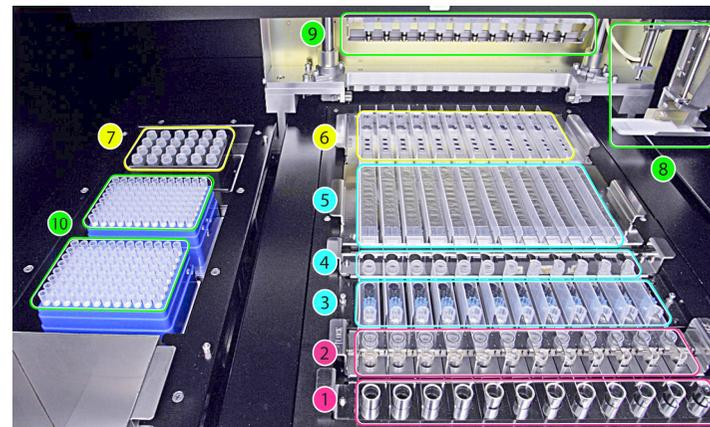

Figure 1: La zone de chargement «ELITE InGenius»
Vue d'ensemble de l'automate «ELITE InGenius» (Figure 1):
La Figure 1 montre la position du rack dédié aux tubes primaires (1); la position du rack dédié aux tubes de sonication et à leurs bouchons (2); la position du rack dédié aux Tip Cassettes (3); la position du rack dédié aux Elution tubes (4); la position du rack dédié aux cartouches d'extraction (5); la position du rack dédié aux cartouches de PCR (6); la position du bloc pour les réactifs de PCR et les Contrôle Internes (Inventory Manager) (7); les bras de distribution des échantillons et des réactifs (8, single canal, 9, multicanal); le conteneur à déchets (gauche-bas); les positions des embouts (10).
7. Confirmer qu'une quantité suffisante de réactifs est disponible dans le bloc et correctement placée à la position numéro 7 Inventory Manager (cf. Page 12, Figure 1), comme indiqué sur l'écran, appuyer sur le bouton "Next" (Suivant) pour valider.
8. Vérifier qu'un nombre suffisant de rack est à la position numéro 10 (cfr. page 12, Figure 1).
10. Charger la cassette de PCR à la position numéro 6 (cfr. Page 12, Figure 1).
12. Charger le rack d'Extraction à la position numéro 5 (cfr. Page 12, Figure 1).
14. Charger le rack des tubes d'éluatation à la position numéro 4 (cfr. Page 12, Figure 1).
16. Placer un nombre suffisant de Tip cassettes à la position numéro 3 (cfr. Page 12, Figure 1).
18. Charger un nombre suffisant de tubes de sonication à la position numéro 2 (cfr. Page 12, Figure 1).
20. Lorsque l'échantillon est placé dans la position "Primary Tube" (Tube Primaire) dans l'écran "Perform Run", charger les tubes primaires à la position numéro 1 (cfr. Page 12, Figure 1).